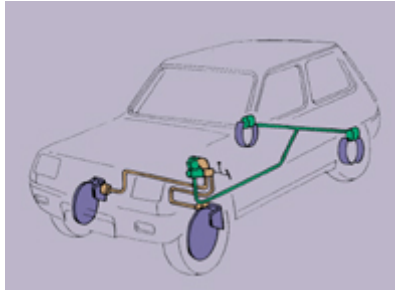

Fig. 17
- Los circuitos, delantero y trasero, están separados con un pistón para cada circuito (**fig. 17**).